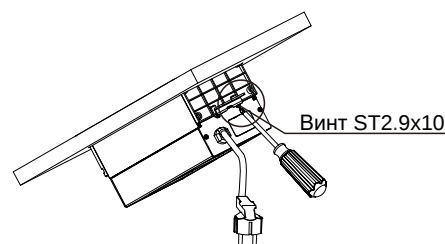

Рис.1
1. Используйте четыре винта с крестообразным шлицем ST2.9x10 и полукруглой головкой, чтобы закрепить монтажный кронштейн с обеих сторон изделия. Если рабочий стол толщина составляет от 50 мм до 60 мм, монтажный кронштейн необходимо устанавливать обратным образом (чтобы увеличить пространство для установки) (рис. 1).